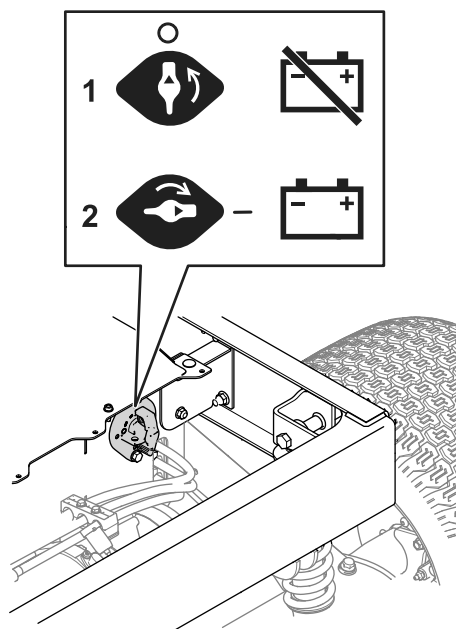

図 36
3. 図 36 のように、バッテリー遮断スイッチを希望位置にセットする。